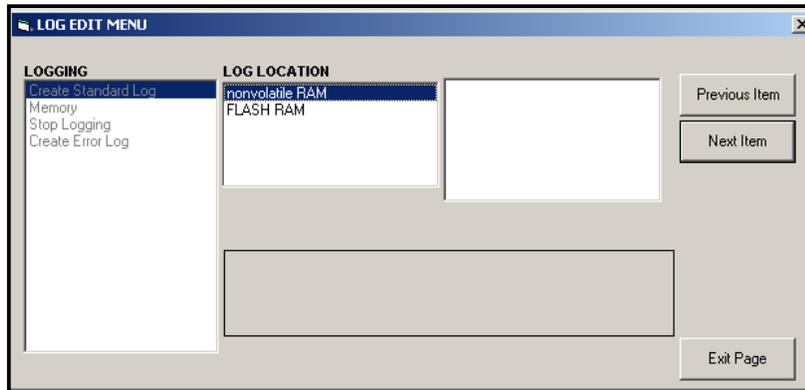

Figure 12 : Emplacement du journal dans l'option *Créer un journal standard*
- a. Double-cliquez sur l'option *Créer un journal standard*. La fenêtre apparaît maintenant semblable à la Figure 12.